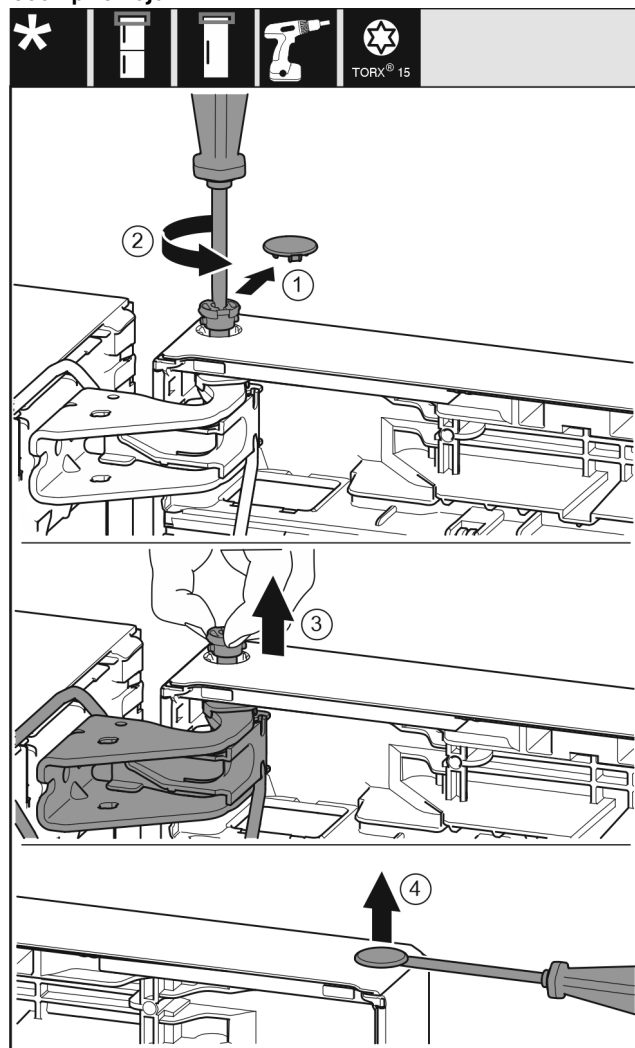

Fig. 22
- Bezpečnostní kryt opatrně stáhněte. Fig. 22 (1)
- Šroubovákem T15 o kousek vyšroubujte čep. Fig. 22 (2)
- Dveře podržte a čep vytáhněte prsty. Fig. 22 (3)
- Plochým šroubovákem opatrně nadzvedněte zátku z ložiskového pouzdra dveří a vytáhněte ji. Fig. 22 (4)